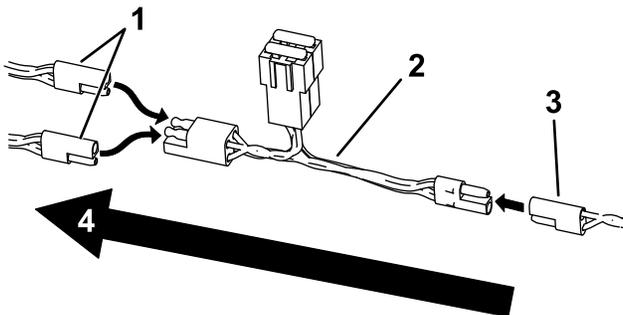

Figure 4
- Branchez l'extrémité à 1 connecteur de l'adaptateur en Y au faisceau du kit d'éclairage (Figure 4).
- Branchez le faisceau de la prise et l'autre faisceau d'accessoire à l'extrémité à 2 connecteurs de l'adaptateur en Y (Figure 4).